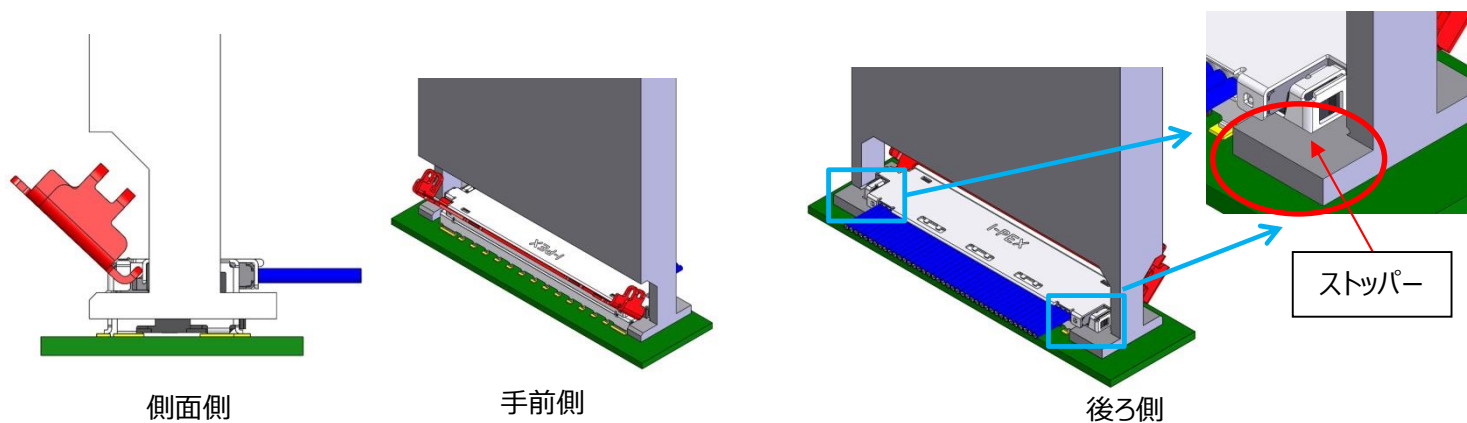

Fig.17
- ④ ストッパーに当たるまで治具をスライドさせプラグコネクタ全体を抱えるようにします。(Fig.17)